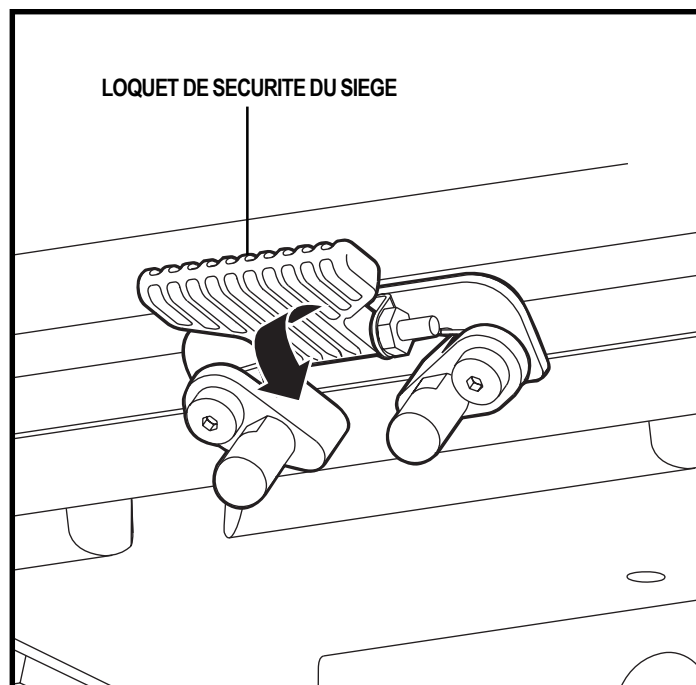

Figure 11. Loquet de sécurité du siège
4. Basculez le loquet de sécurité vers le bas. Voir la figure 11.